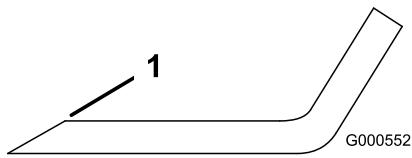
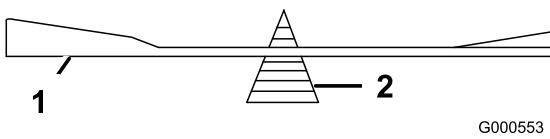

Figure 41
Figure 42
1. Au moyen d'une lime, aiguisez les tranchants aux deux extrémités de la lame (Figure 41) en veillant à conserver l'angle de coupe d'origine. Limez la même quantité de métal sur chacun des deux tranchants pour ne pas déséquilibrer la lame.
2. Vérifiez l'équilibre de la lame en la plaçant sur un équilibrage (Figure 42). Si la lame reste horizontale, elle est équilibrée et peut être utilisée. Si la lame est déséquilibrée, limez un peu l'extrémité de la partie incurvée seulement (Figure 41). Répétez la procédure jusqu'à ce que la lame soit équilibrée.